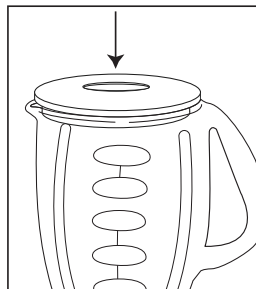

FIGURE 7
- Ne retirez pas le couvercle en cours d'utilisation. Retirez la goulotte pour ajouter de petits ingrédients. (Figure 7)